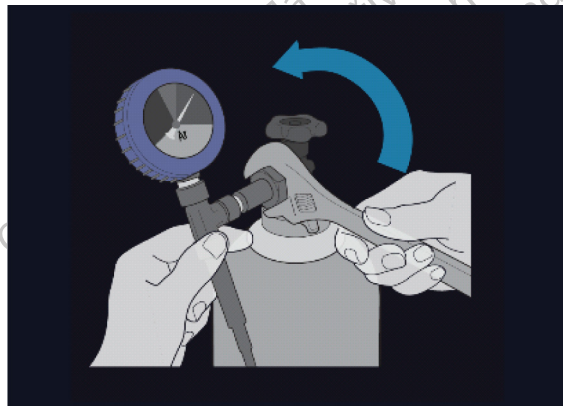

Figura 11. Preparación del cilindro de gas
5. Conecte la línea de suministro de gas argón al cilindro de argón fijando el adaptador del conjunto del medidor a la conexión del cilindro (consulte la Figura 11).